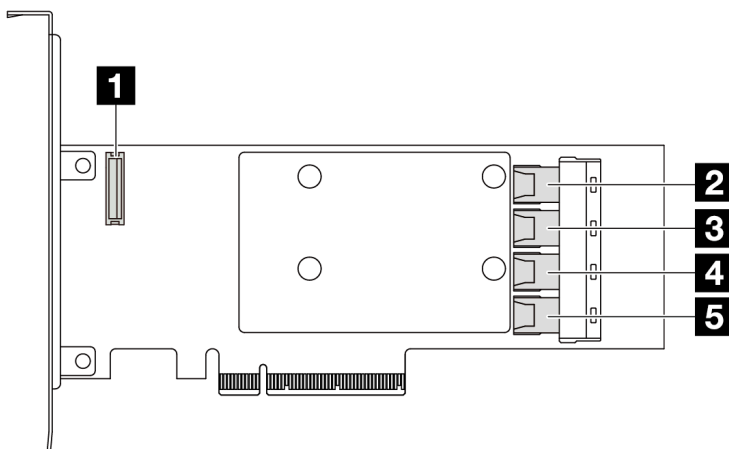

Figura 297. Un adaptador RAID/HBA SFF 16i Gen 3 (cuatro conectores de puerto)
- Figura 297 “Un adaptador RAID SFF 16i Gen 3 (cuatro conectores de puerto)” en la página 301